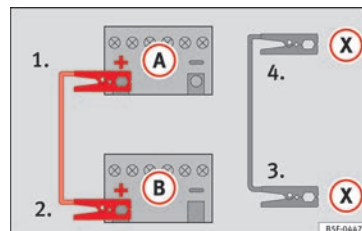

Fig. 68 Esquema de ligação para veículos com sistema Start/Stop.
– *Em veículos com sistema Start-Stop:* ligar uma extremidade do cabo *preto* de emergência (X) a um terminal de massa adequado, a uma peça de metal maciça que esteja aparafusada ao bloco do motor, ou ao próprio bloco do motor » Fig. 68.
5. Ligue a outra extremidade do cabo *preto* de emergência (X), no veículo com a bateria descarregada, a uma peça de metal maciça que esteja aparafusada ao bloco do motor ou ao próprio bloco do motor, mas o mais afastado possível da bateria (A).